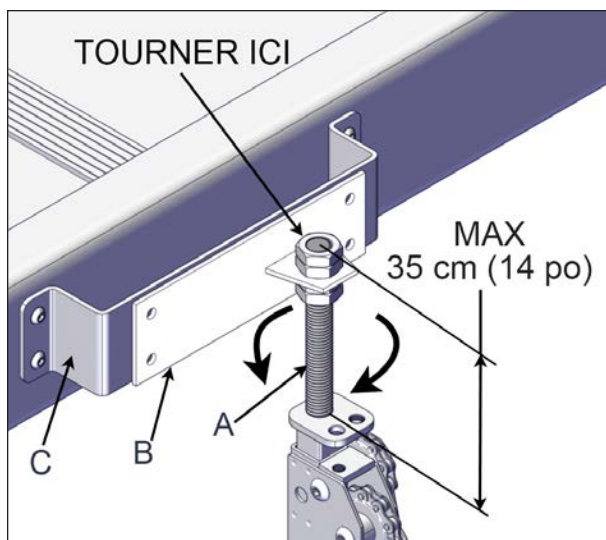

FIGURE 73: AJUSTEMENT DE LA TIGE FILETÉE
14. L'ajustement en hauteur du vérin peut être fait en tournant sa tige filetée. Régler la hauteur de sorte qu'elle s'ajuste aux trous des supports de montage du couvercle. Utiliser une clé à molette ajustée à 24 mm (15/16 po). Répéter cette étape pour les 4 vérins, voir Figure 73.
La tige filetée ne doit pas être dévissée de plus de 35 cm (14 po). (Mesurer la longueur à partir du dessus de l'écrou de la tige filetée jusqu'au-dessus de l'écrou inférieur, voir Figure 73).